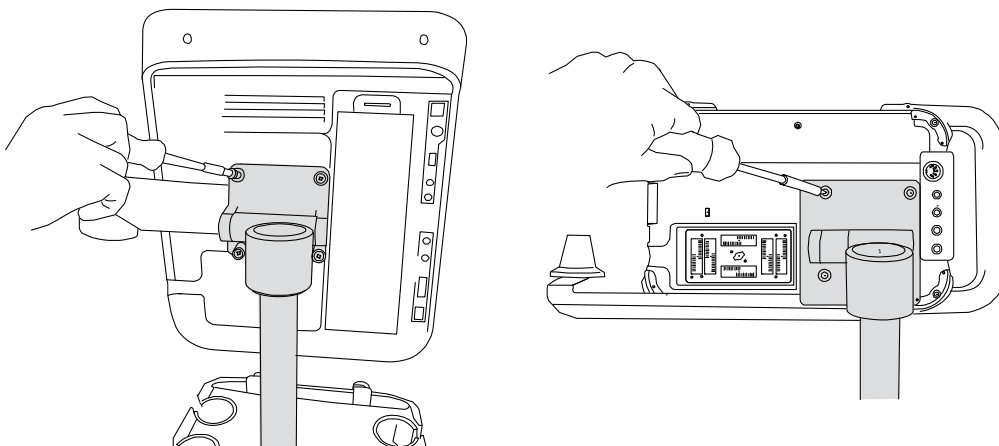

Abbildung 3 Schrauben an der Montageplatte anziehen: S Series (links) und NanoMaxx (rechts)
- 4 Ziehen Sie die Schrauben an jeder der vier Ecken an, damit das System gesichert wird. Mit einem Kreuzschlitzschraubendreher festziehen. Siehe Abbildung 3.
- 1 Stützen Sie das Ultraschallsystem ab und lösen Sie die Schrauben an allen vier Ecken der Montageplatte. Falls nötig, verwenden Sie einen Kreuzschlitzschraubendreher. Siehe Abbildung 3.